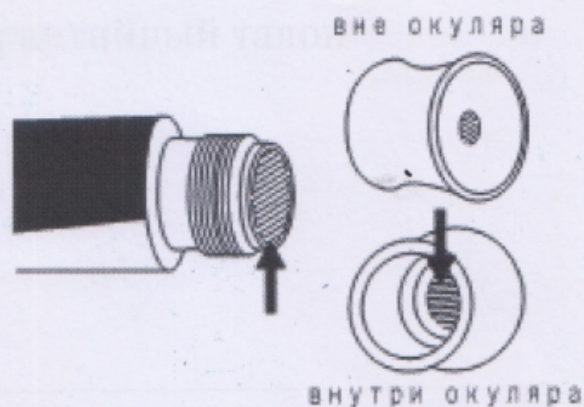

Рис. 10
- 2) Аккуратно протрите две области, обозначенные стрелками на рисунке чистой салфеткой для удаления влаги (Рис. 10).